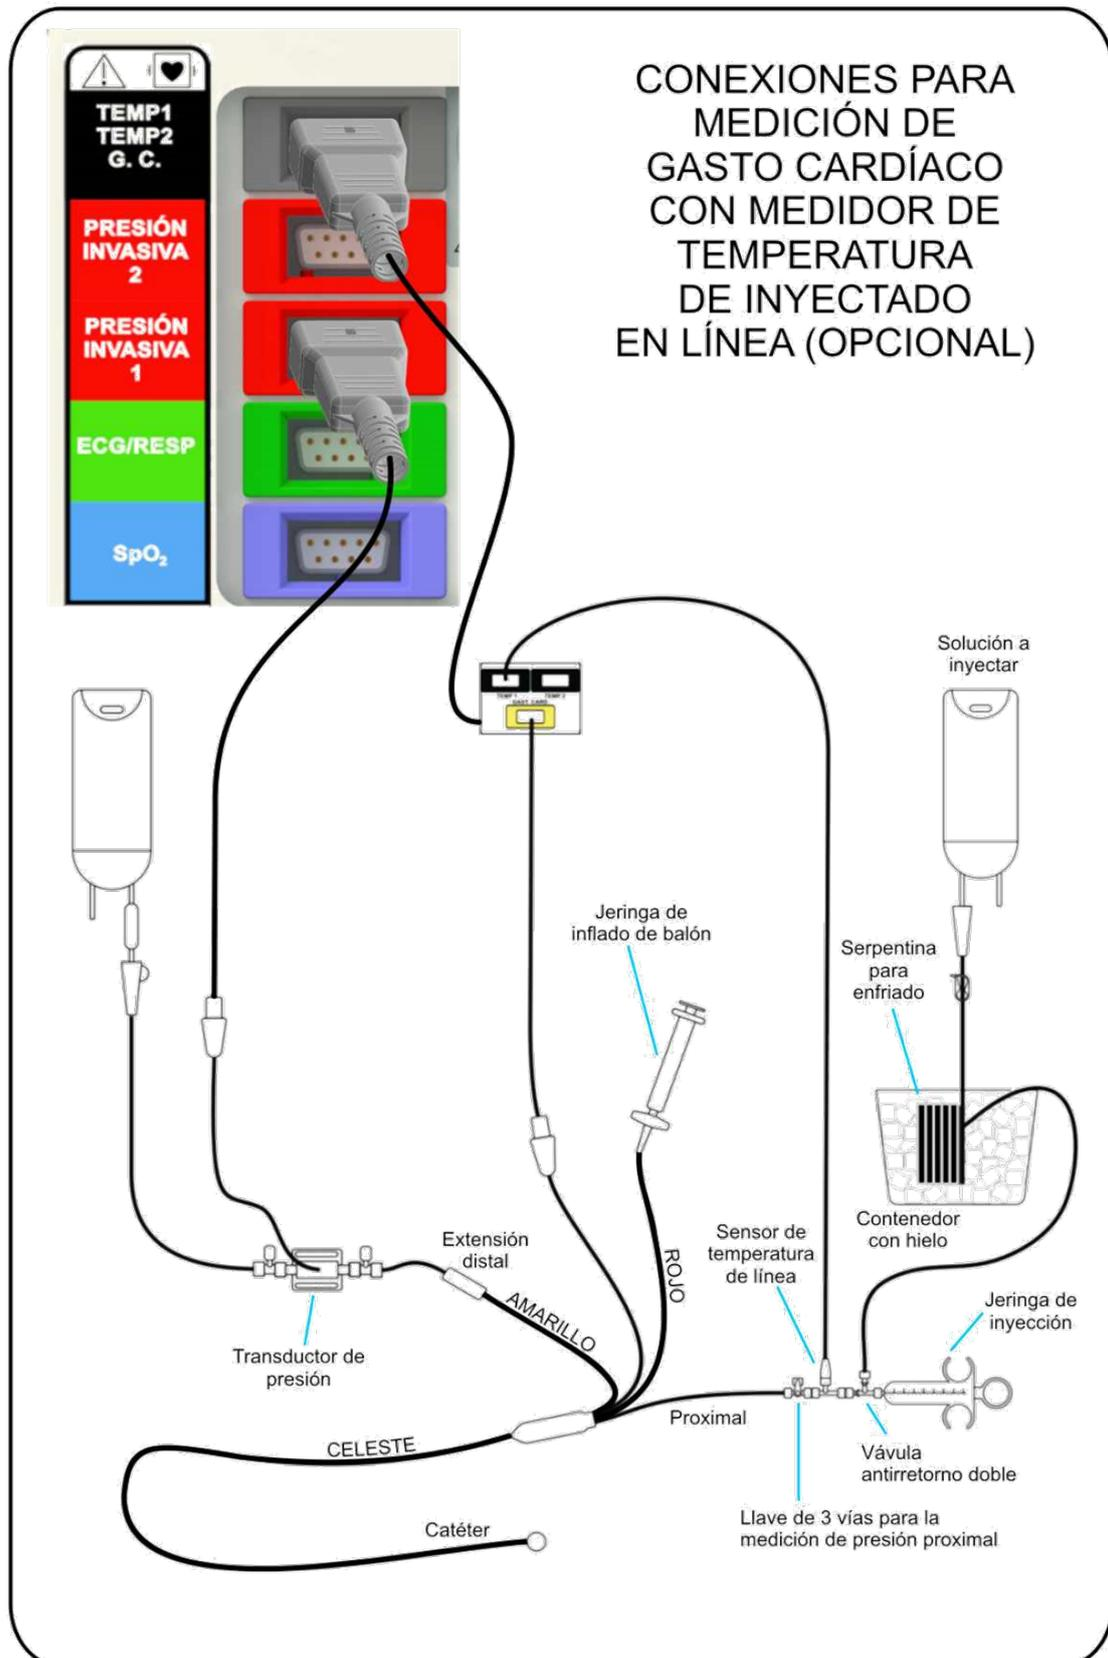

Figura 13-2 - Conexión "En línea (opcional)"
- En línea (opcional), figura 13.2.